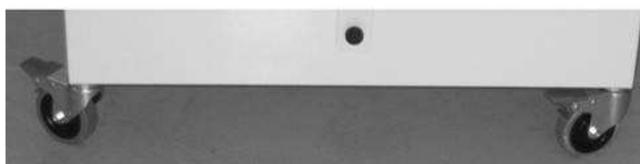

Рисунок 8
После установки машины необходимо заблокировать колёса, оборудованные стопорящими фиксаторами, опустив соответствующие рычаги вниз (Рисунок 8)
4. опустите рычаг из. 7 Фото D, приведя толкатель в возвратное положение, вставьте отвёртку рис. 8 между внутренней рамой толкателя и корпусом оборудования как на фото D